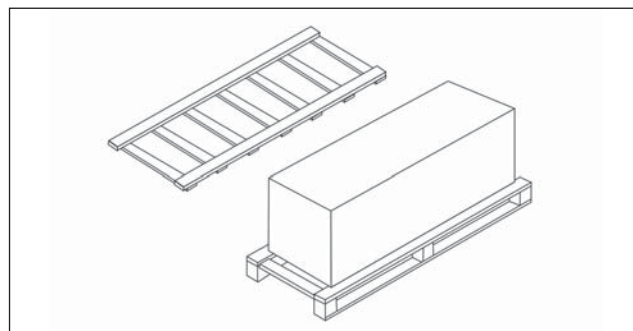

Рис. 9.3
2. Удалите крепёжные элементы деревянного каркаса (Рис. 9.3).